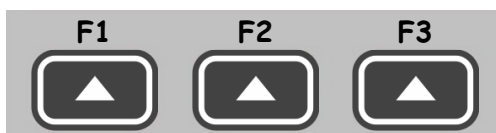

Рисунок 9
Функциональные клавиши  (F) выполняют различные действия, в зависимости от выбранного режима работы прибора. Наименование или символическое обозначение текущей функции выводится на дисплей над каждой из клавиш. В настоящем руководстве используется нумерация функциональных клавиш слева направо: F1, F2, F3 (рисунок 9).